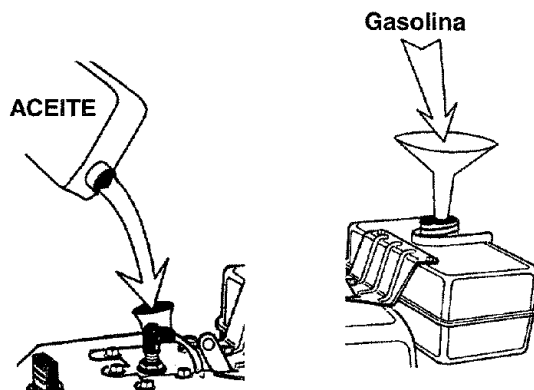

FIGURA 17
- Vierta el aceite y llene el cárter hasta la línea (Full) en la varilla de nivel de aceite (19 onzas). Vea la figura 17.
- Llene el tanque de combustible con gasolina limpia, fresca, sin plomo de grado automotriz. Vea la figura 17.